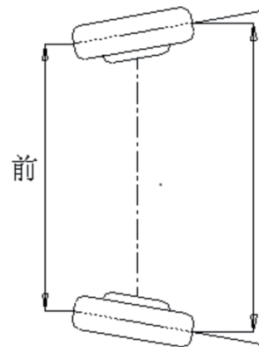

图1.2 前束示意图
- 前束角定义为由车正上方向下看，轮胎中心线与汽车纵向轴线所成的角度，向内为正，向外为负，如图1.2。总前束值等于两个车轮的前束值之和，即两个轮胎中心线的夹角。前束角的功用在于补偿轮胎因外倾角及路面阻力所导致的向内或向外滚动的趋势，以确保汽车的直进性。